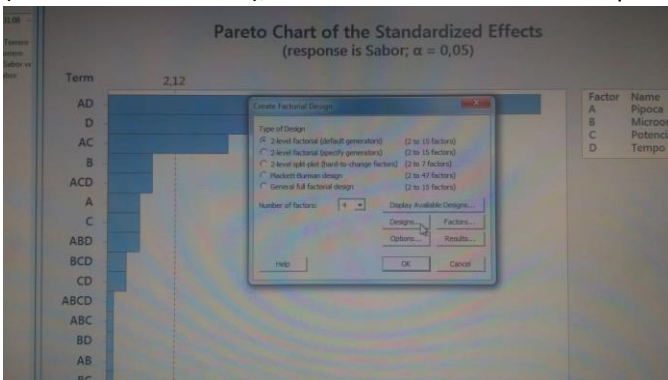

Figura 2 – Janela que surge após selecionar “Criar Projeto Fatorial...”.
- 2- Abre-se a janela da Figura 2 abaixo. Nela vamos colocar o número de variáveis independentes (“number of factors”), no nosso caso são 4. E na sequencia iremos selecionar o box “Designs”.